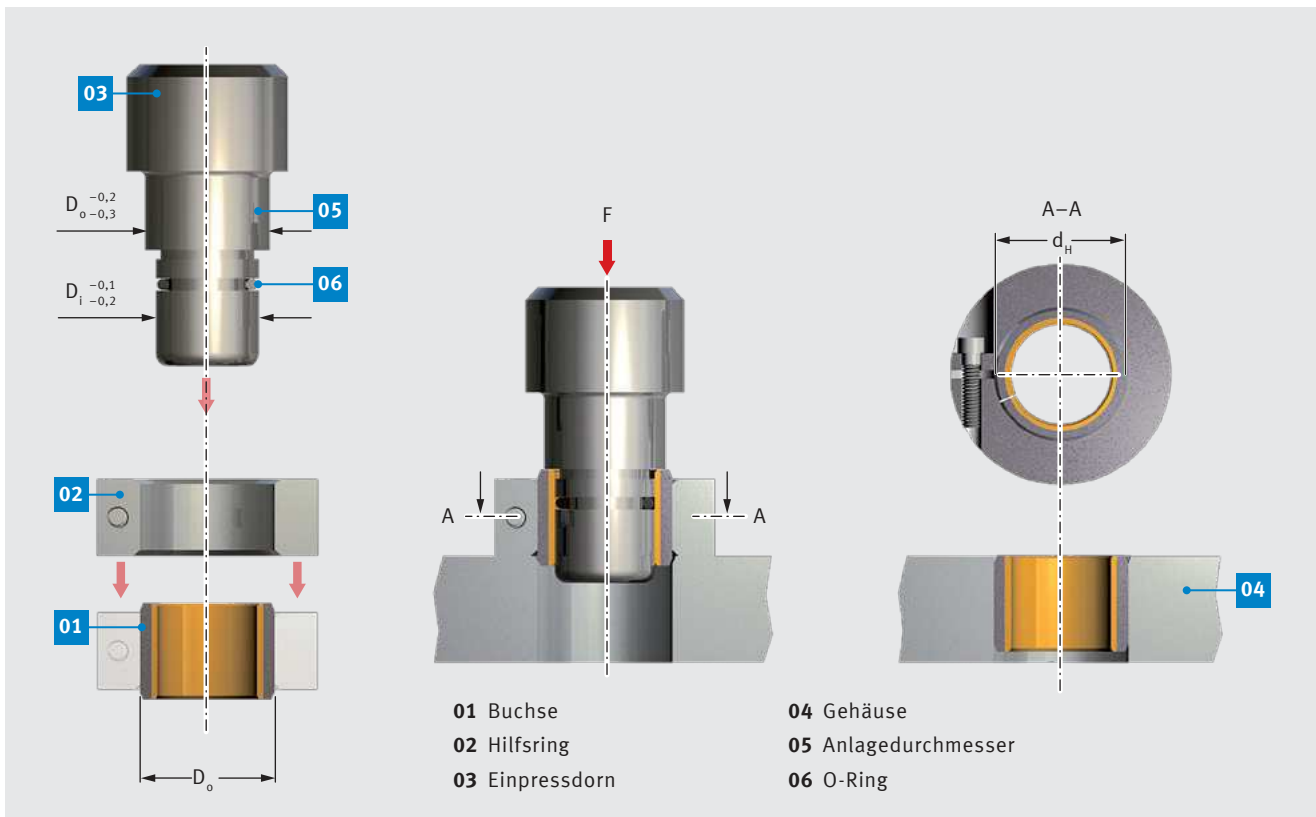

Abb. 53: Einpressen von Buchsen, $D_o \geq 55$ mm, mit Hilfsring
- Einpressen mit Dorn und mit Hilfsring gemäß Abb. 53.
Abb. 53 zeigt das Kalibrieren mittels eines Dorns. Tab. 36 enthält Richtwerte für den Durchmesser des Kalibrierdorns d_k . Genaue Werte sind nur durch Versuche zu ermitteln.